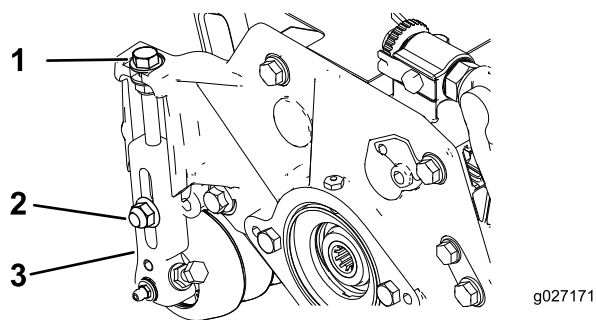

图15
1. 松开将剪草高度臂固定到滚刀组侧板上的锁紧螺母（图15）。